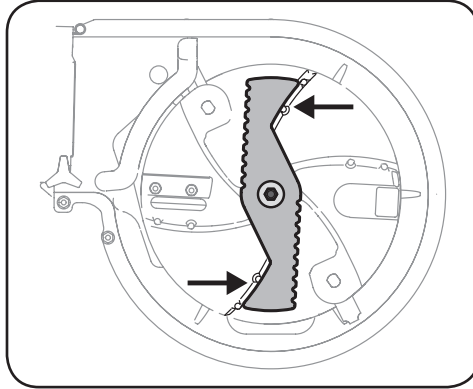

Figura 5-17
- Coloque una hoja de repuesto (Número de pieza 742-05239) con los elementos de ferretería que extrajo anteriormente. Vea la Figura 5-17.